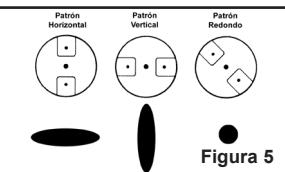

Figura 5
- Forma del patrón de rociado (ver Figura 5): afloje el aro de seguridad y gire la válvula de aire para obtener el patrón de rocio do deseado. Apriete con la mano el aro de seguridad después del ajuste.